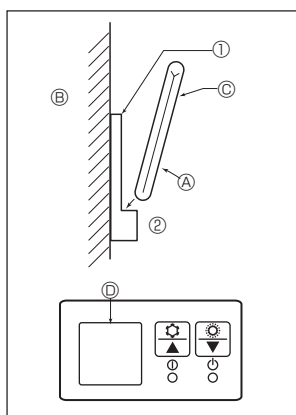

Fig. 6-4
2) Метод установлення (Fig. 6-4)
① Прикріпіть тримач пульта дистанційного керування до бажаного місця за допомогою 2 нарізних гвинтів.
② Помістіть нижню частину контролера у тримач.